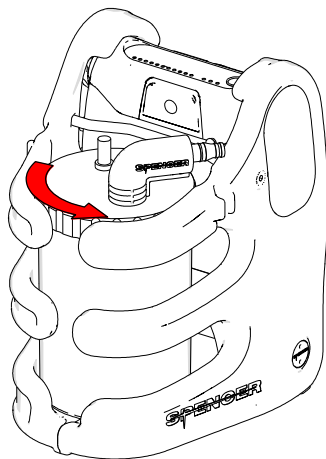

Fig. 9
5. Collegare al vaso il filtro (n°5 paragrafo 3.2) inserire il vaso nel suo supporto (fig.9).